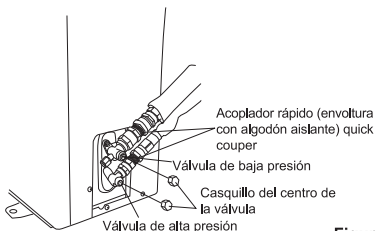

Figura 8
5. Abra los centros de las válvulas de alta y baja presión con una llave de tubo, luego ajuste los dos casquillos del centro de la 0 válvula de la unidad exterior (figura 8).